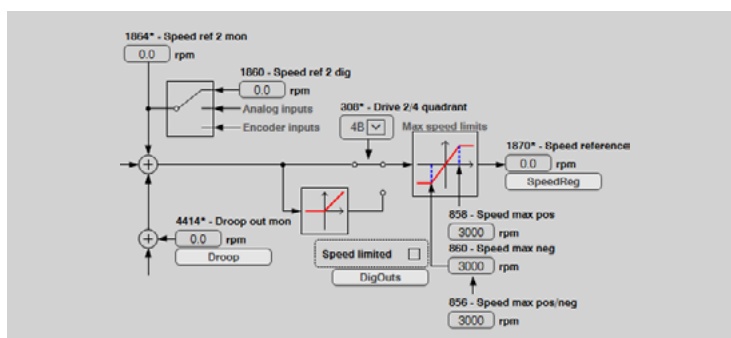

Figura 6-93: Schema della gestione del riferimento di velocità della funzione Droop
Consente di abilitare la funzione **Droop**, inserendo l'uscita **Droop out mon** prodotta dalla funzione nella catena del riferimento di velocità del drive, in somma al riferimento di velocità **Speed ref 2 mon** (vedi figura 6-93)